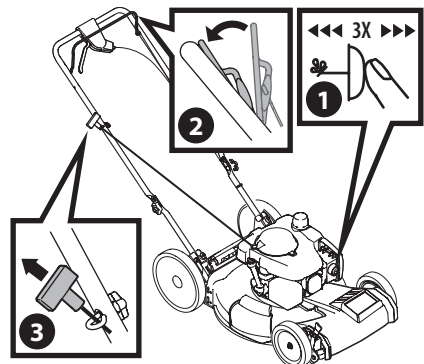

Figura 5
1. Presione el cebador 3 veces. Espere aproximadamente dos segundos entre cada presión (Figura 5). En temperaturas inferiores a 50°F, cebe 5 veces. Una vez que el motor se caliente, podría necesitarse un solo cebado para todas las temperaturas.
3. Tire de la manija del arrancador de retroceso ligeramente hasta sentir resistencia, luego tire rápidamente para vencer la compresión y evitar el rebote, y encienda el motor (Figura 5). Repita la operación si fuera necesario.